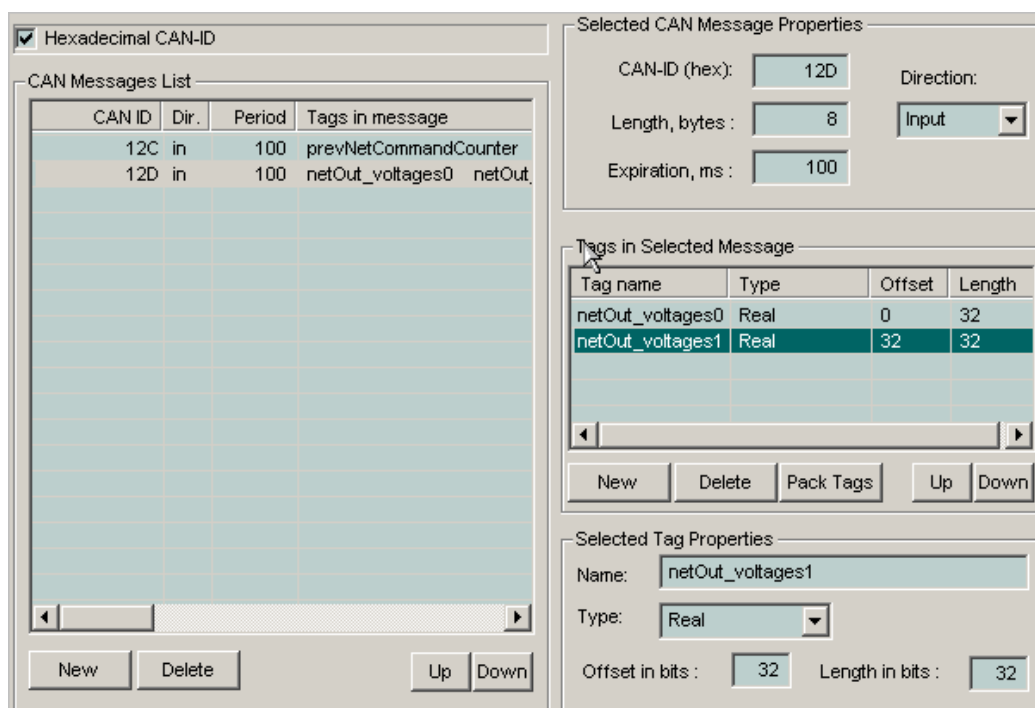

Рис. 64. Добавление тегов для значений каналов модуля аналогового ввода
6. Для сообщения с идентификатором 12DH добавьте два тега типа *Real* с именами *netOut_voltages0* и *netOut_voltages1*, первый из которых имеет смещение 0, а второй – смещение 32 в поле данных сообщения 12DH, как показано на рис. 64.